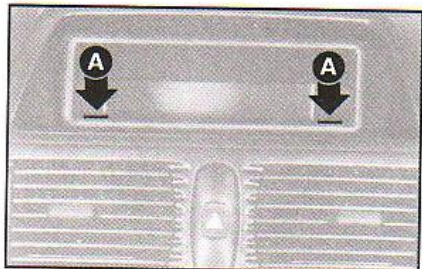

fig. 10
Nas versões que não possuem auto-rádio instalado originalmente de fábrica, este equipamento deverá ser montado na respectiva sede prevista para esta finalidade, a qual é removida fazendo pressão nas linguetas de retenção indicadas pelas setas A na **fig. 10**.
- sede desmontável para o auto-rádio no painel do veículo **fig. 10**;